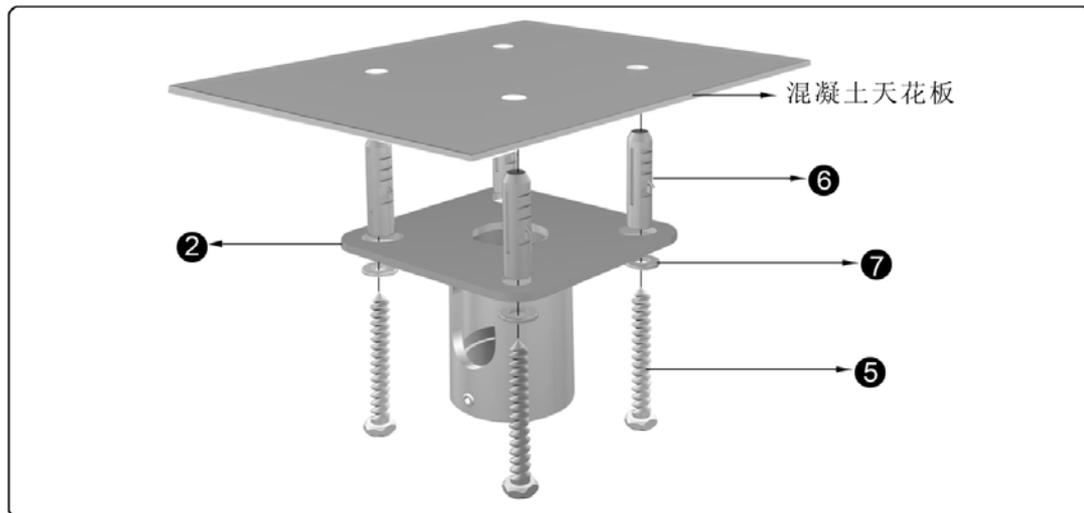

图 1-2
- 选择 ST10×88 mm 的紧固螺钉穿上垫片，将顶板固定在之前所打的孔上，拧紧螺钉，将顶板完全固定在天花板上，切勿拧太紧(如图 1-2)。